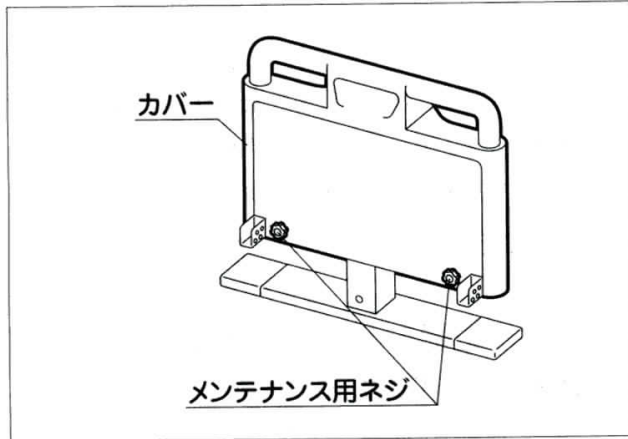

図1
- (1) ヘッド・フットボードのメンテナンス用ネジを外す。図1